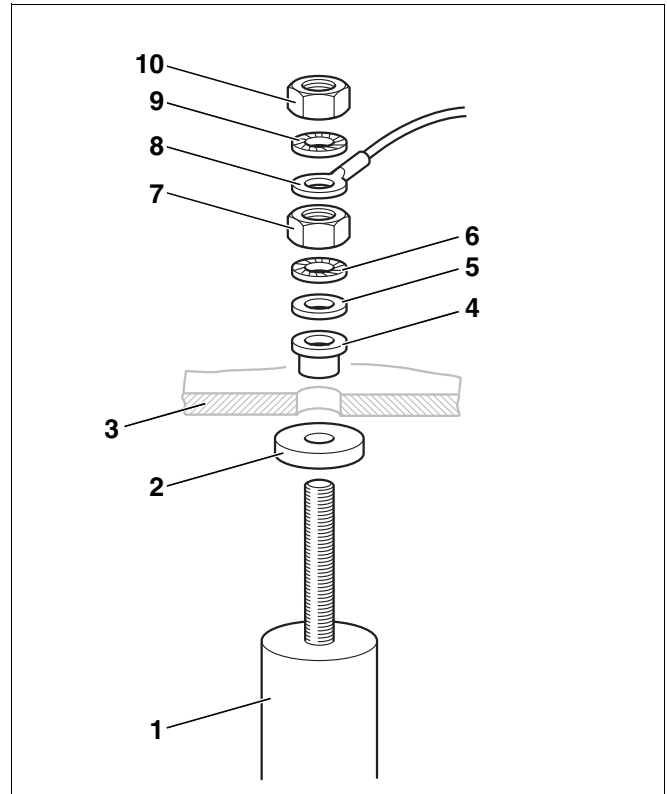

Abb. 16 Magnesiumanode austauschen
- Magnesiumanode (Abb. 16, **Pos. 1**) auf Anodenabbau prüfen. Tauschen Sie die Magnesiumanode aus, wenn der Durchmesser auf ca. 15 – 10 mm reduziert ist.
- Mutter M8 (Abb. 16, **Pos. 10**) abschrauben, um die Ringöse des Erdungskabels (Abb. 16, **Pos. 8**) zu lösen.
- Mutter M8 (Abb. 16, **Pos. 7**) abschrauben.
- Handlochdeckel (Abb. 16, **Pos. 3**) von der Magnesiumanode (Abb. 16, **Pos. 1**) abnehmen.
teilen montieren, wie in Abbildung 16 dargestellt.